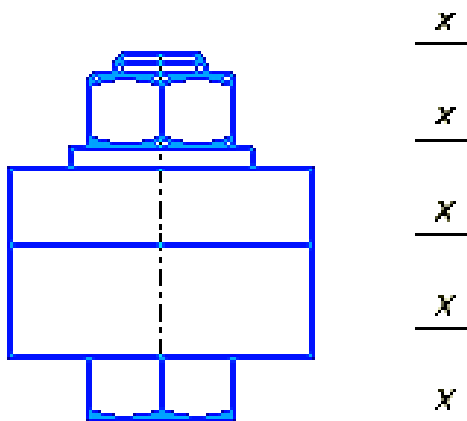

Рис. 3.110. Размещение положения номеров позиции
23. В поле «Отступ» диалогового окна «Автонумерация позиций» введите значение 10 мм. В области «Размещение» диалогового окна «Автонумерация позиций» нажмите кнопку «Выбор размещения». Переместите курсор на лист чертежа. При перемещении курсора номера позиций располагаются ближе или дальше от центра вида (рис. 3.110).